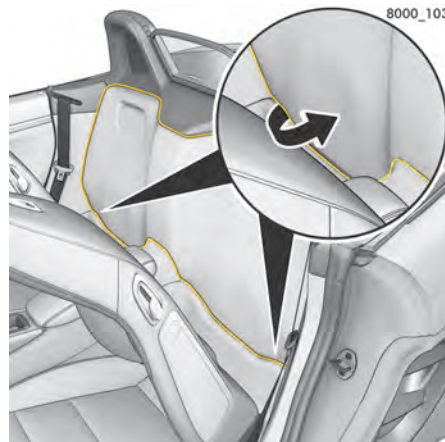

図 60: コンバーチブルトップ機構へのアクセス
2. カーベットの隙間(図.60)に手を入れて、ベルトリールトリムに沿って下からカーベットを注意深く引き出して折り畳んでください。